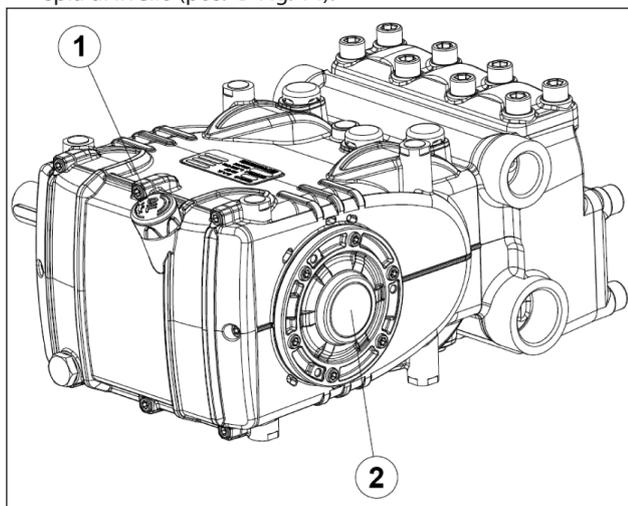

Fig. 14
- L'olio nel carter pompa sia a livello verificandolo con l'apposita asta (pos. ① Fig. 14) ed eccezionalmente con la spia di livello (pos. ② Fig. 14).